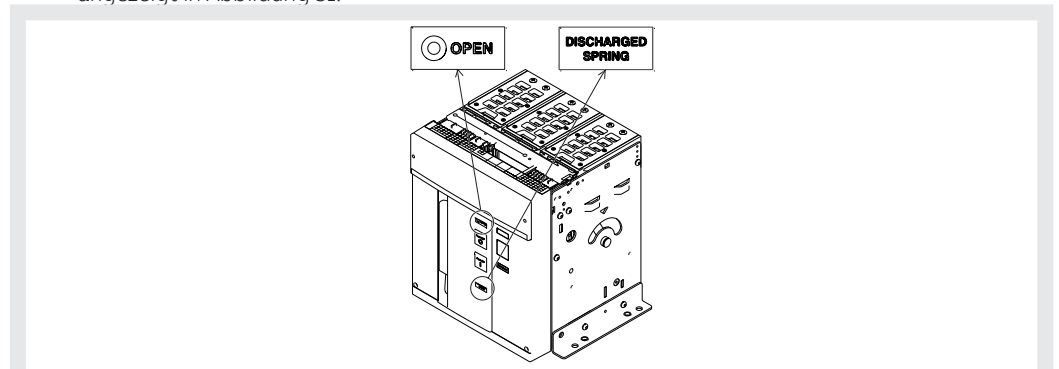

Abbildung 31
7. Sicherstellen, dass der Leistungsschalter ausgeschaltet ist (Anzeige aus/ein "O - OPEN"), und prüfen, dass die Federn entspannt sind (Federnanzeige "weiß - DISCHARGED SPRING") wie angezeigt in Abbildung 31.